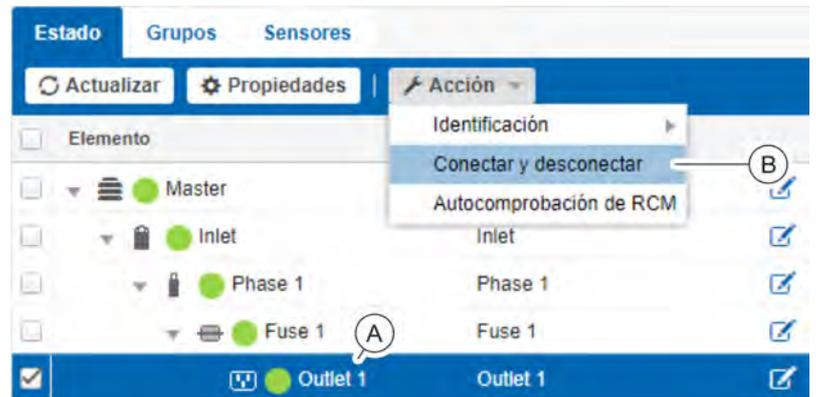

Fig. 101: Menú "Estado" – pestaña "Estado"
2. En la pestaña "Estado", seleccione el enchufe hembra o el grupo de enchufes hembra que desee (Fig. 101/A).
3. A través de "Acción → Conectar y desconectar" (Fig. 101/B), abra la ventana "Conectar y desconectar".